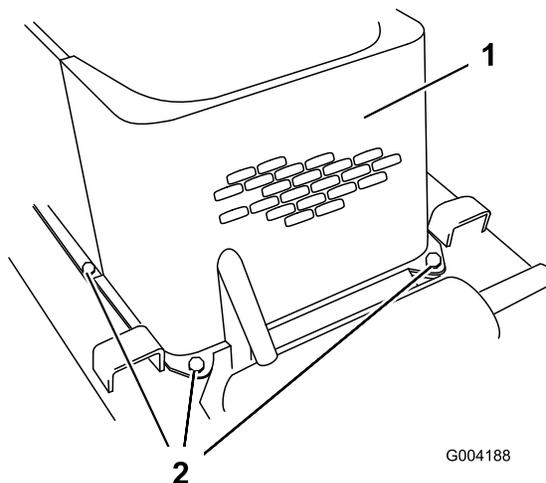

Рисунок 28
5. Отверните 4 болта крепления передней решетки к раме (Рисунок 28).